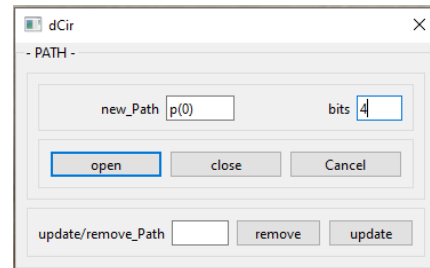

Fig.6: apertura de un camino de 4 bits
- b) Clicar botón izquierdo sobre *Paths*; aparece la fig. 6
- e) Clicar el botón derecho y seleccionar *close* para terminar el camino, si el camino es correcto, sino clicar *cancel* (fig.6).
Una vez cerrado un camino, sobre él aparece la información  $p(x, y)$ . Se debe interpretar como *path*(identificador, nº de bits). Se puede actualizar su número de bits así como eliminarlo del circuito (fig.6). Para ello, se requiere de su identificador.